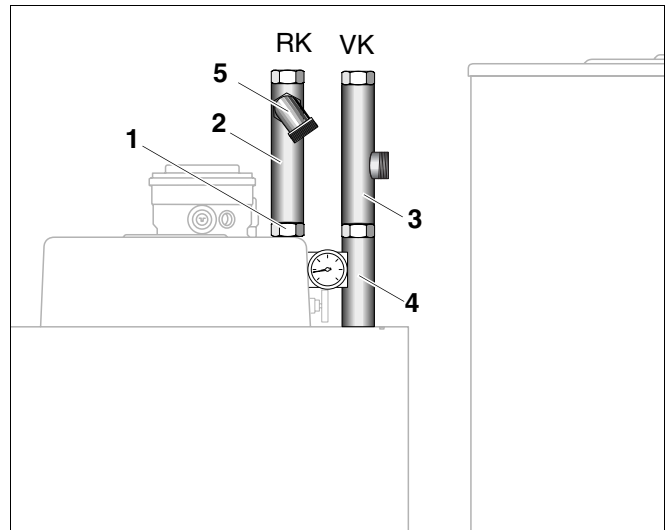
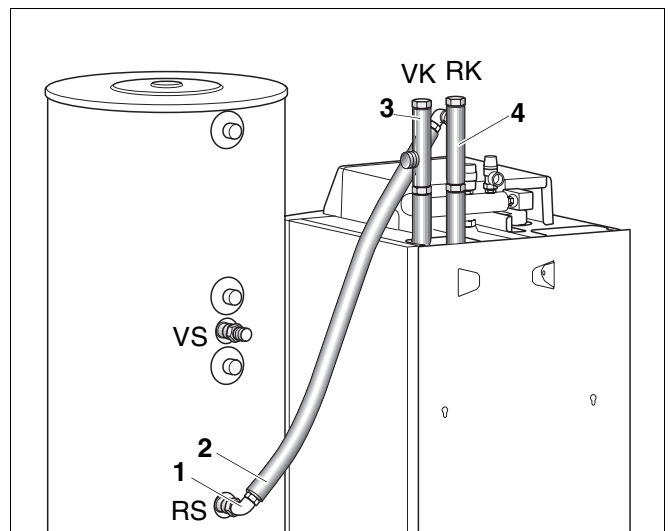

Abb. 6 T-Vorlaufrohr, T-Rücklaufrohr und Winkel G 1 montieren
Abb. 8 Flexiblen Metallwellschlauch montieren
- Dichtung in Vorlaufrohr (Abb. 6, **Pos. 4**) einlegen und T-Vorlaufrohr (Abb. 6, **Pos. 3**) mit dem tieferen seitlichen Anschluss anschrauben.
- Dichtung in Rücklaufrohr (Abb. 6, **Pos. 1**) einlegen und T-Rücklaufrohr (Abb. 6, **Pos. 2**) mit dem höheren seitlichen Anschluss anschrauben.
- T-Vorlaufrohr 90° zum Speicher ausrichten (siehe Abb. 6).
- T-Rücklaufrohr nach vorne ausrichten (siehe Abb. 6).
- In den Winkel G 1 (Abb. 6, **Pos. 5**) Dichtung einlegen.
- Winkel G 1 (Abb. 6, **Pos. 5**) an T-Rücklaufrohr schrauben und ca. 45° nach unten ausrichten (siehe Abb. 6).
- Flexiblen Metallwellschlauch (Abb. 8, **Pos. 2**) zwischen Winkel G 1 (Abb. 6, **Pos. 5**) am T-Rücklaufrohr (Abb. 8, **Pos. 4**) und Winkel G 1 (Abb. 8, **Pos. 1**) am Speicherrücklauf mit eingelegten Dichtungen anschrauben (siehe Abb. 8).